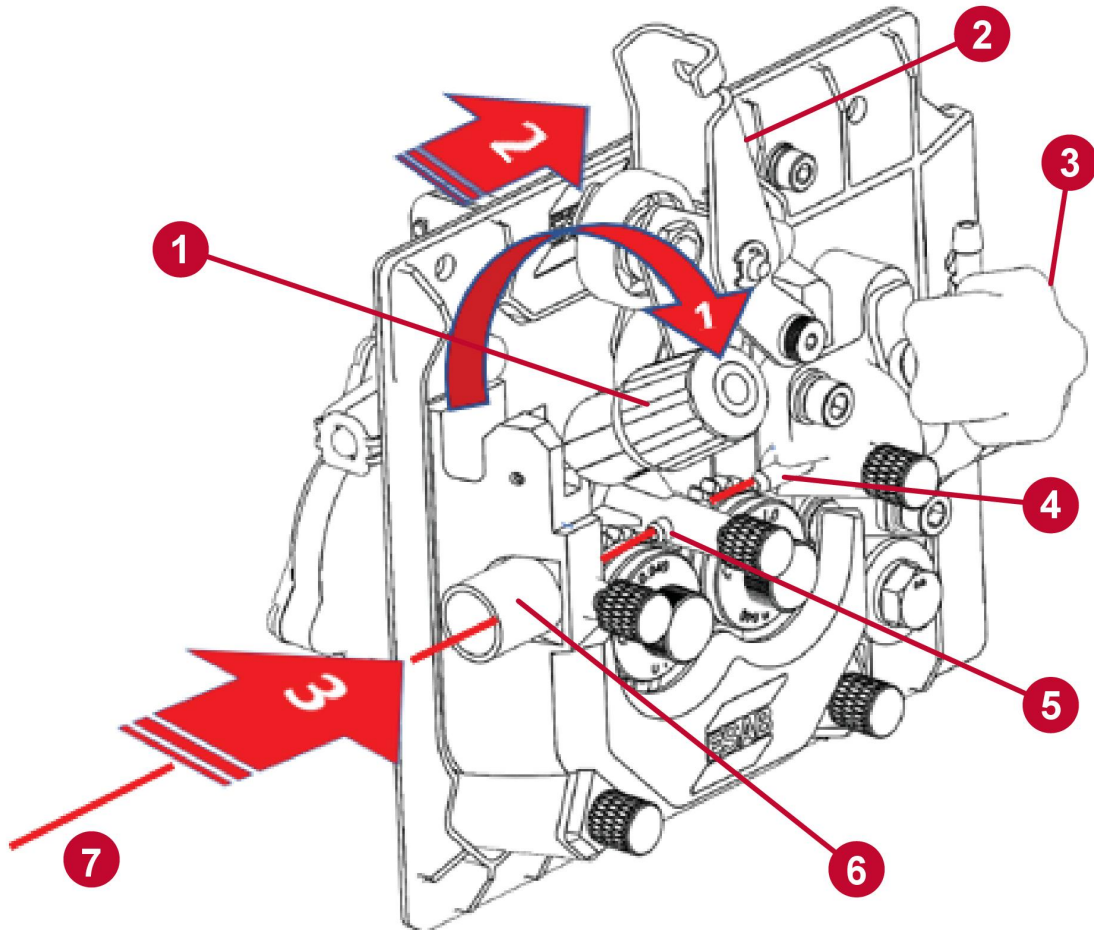

Figure 9. Mécanisme de dévidage
3. Sur l'ensemble de dévidage, tirez sur le bras tendeur vers le haut pour le retirer de son cran et faites-le pivoter vers vous pour le dégager (voir (1) à la figure 9).
Près de l'extrémité de l'entrée du guide de dévidage, sur l'ensemble de dévidage (voir la figure 9), coupez le fil tout en le retenant du côté de la bobine (de façon à ce que le fil ne se déroule pas de la bobine après l'avoir coupé). Fixez l'extrémité coupée du fil à la bobine (s'il en reste) afin d'éviter qu'il ne se déroule de la bobine.